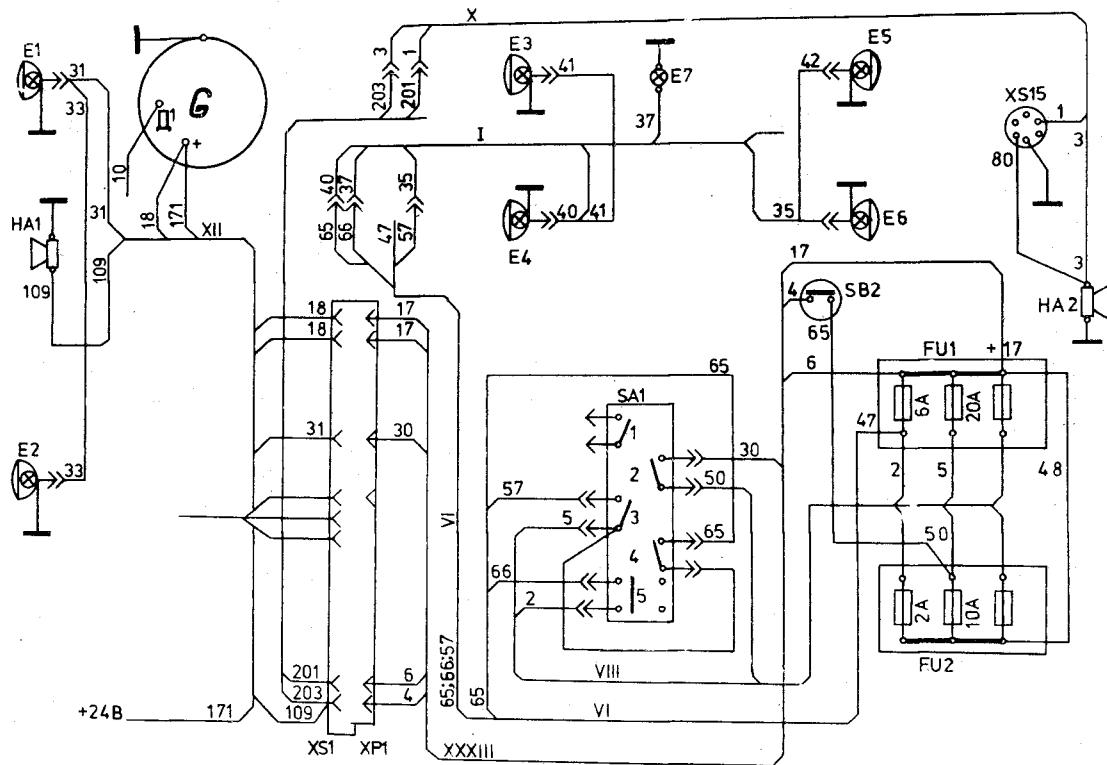

Рис. 45. Схема электрооборудования системы освещения и сигнализации
**Система освещения и сигнализации** (рис. 45) предназначена для освещения рабочего места тракториста и фронта работ в темное время суток. Наружное освещение обеспечивается 6 фарами: две спереди под капотом и четыре (по две спереди и сзади) на крыше кабины. Освещение рабочего места тракториста обеспечивается одним плафоном. Освещение труднодоступных мест осуществляется переносной лампой.